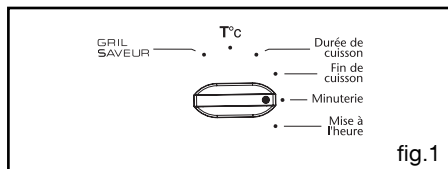

fig.1
- positionnez le sélecteur de programme sur la position "minuterie" (fig.1). Le symbole minuterie ⌄ → 0.00 et un petit sablier clignotent.